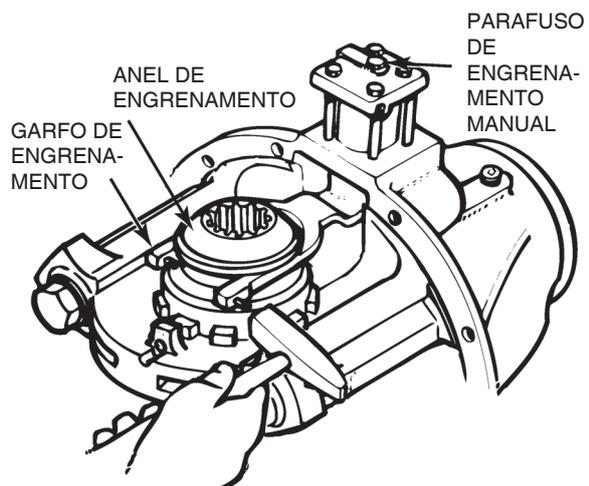

Figura 6.31
14. Mantenha o anel de engrenamento em sua posição travada ou engrenada e bata nos dois pinos elásticos nas extremidades do garfo até que eles estejam nivelados com as faces externas do garfo. Figura 6.31.